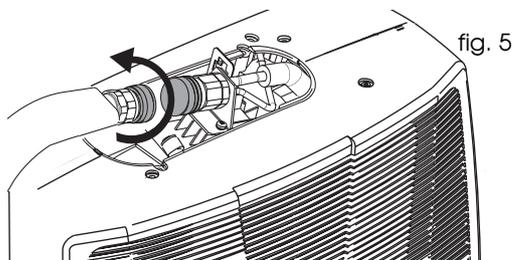

fig. 5
- 6) Separe os tubos flexíveis desapertando o anel preto da união rápida até soltar por completo o tubo flexível (fig. 5).